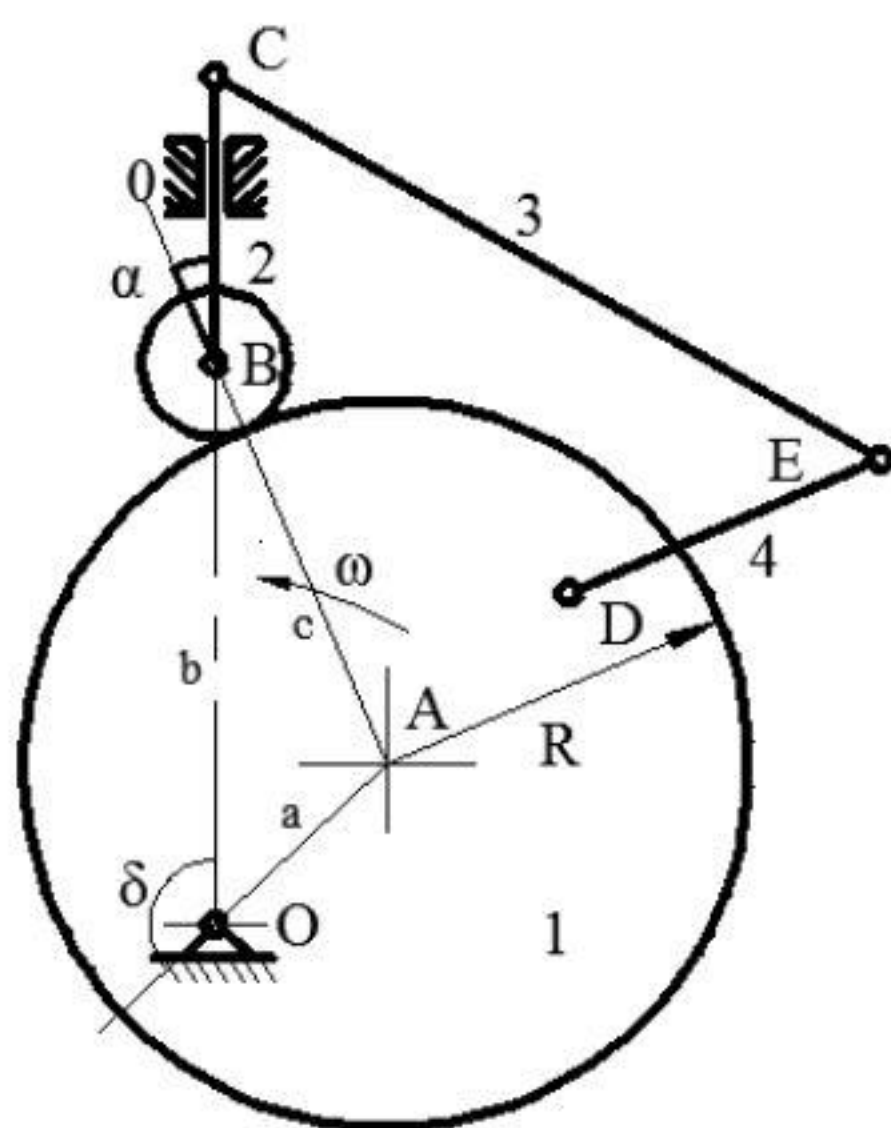

图 6-1
压力角  $\alpha$  如图 6-1 所示：
2、由图 6-1 知：